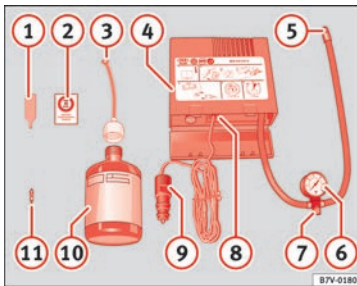

Fig. 50
- Desenrosque a proteção e o obus da válvula do pneu. Utilize o aparelho » **Fig. 50 ①** para retirar o obus. Coloque-o numa superfície limpa.
- Agite com força a garrafa de vedante de pneus » **Fig. 50 ⑩**.
- Enrosque o tubo de enchimento » **Fig. 50 ③** na garrafa de vedante. O selo da garrafa partir-se-á automaticamente.
- Remova o tampão do tubo de enchimento » **Fig. 50 ③** e enrosque a extremidade aberta do tubo na válvula do pneu.
- Volte a colocar o obus com o aparelho » **Fig. 50 ①** na válvula do pneu.
- Enrosque o tubo de enchimento do pneu do compressor » **Fig. 50 ⑤** na válvula do pneu.
- Verifique se o parafuso de evacuação de ar está enroscado » **Fig. 50 ⑦**.
- Ligue o conector » **Fig. 50 ⑨** a uma tomada de corrente de 12 volts do veículo » **Ícone** **Página 119**.
- Ligue o compressor de ar com o interruptor ON/OFF » **Fig. 50 ⑧**.